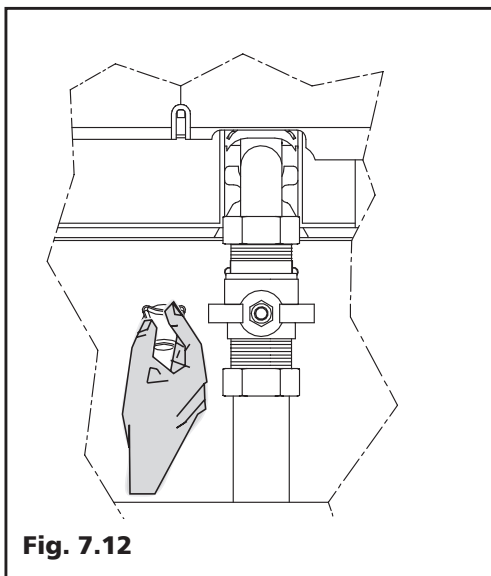

Fig. 7.12
7.5 Controllo (Fig. 7.12 - 7.14)